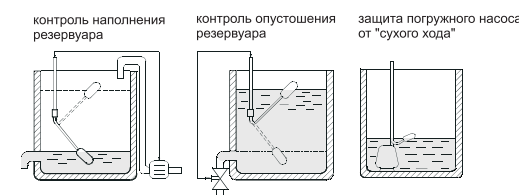

Рис. 5
6.5. На рис. 5. показано несколько типичных вариантов использования поплавкового выключателя.